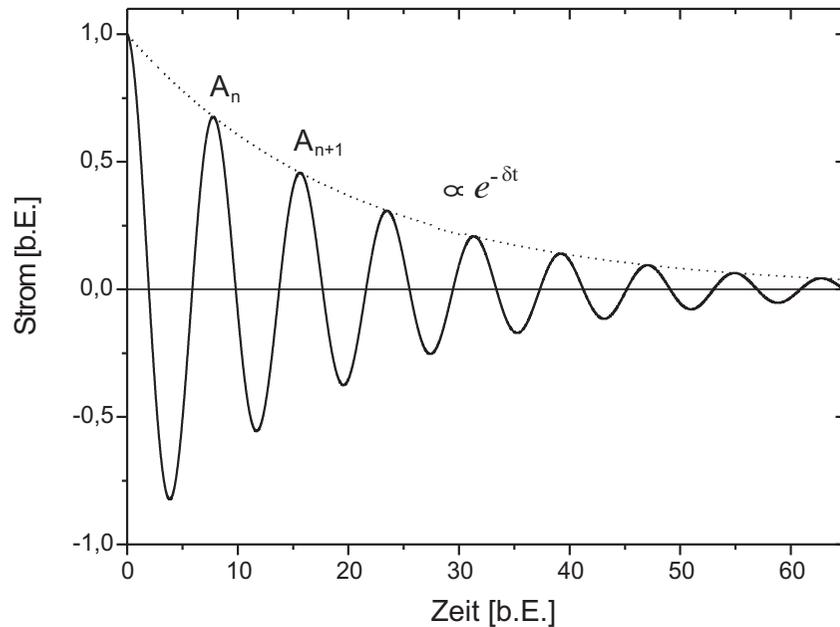

Abbildung 13: Stromverlauf eines LCR- Serienschwingkreises – Die Amplitude ist proportional zu  $e^{-\delta t}$ .
Diese Gleichung beschreibt eine exponentiell gedämpfte Schwingung (Abbildung 13). Beachten Sie, dass die Frequenz  $\omega_f$  des gedämpften Schwingkreises stets kleiner ist, als die Eigenfrequenz  $\omega_0$  des ungedämpften Oszillators in Gleichung (35).
Experimentell lässt sich die Dämpfungskonstante leicht bestimmen, indem man das Amplitudenverhältnis zweier benachbarter Schwingungsdurchgänge misst und dieses logarithmiert. Für dieses, sogenannte **logarithmische Dekrement**, ergibt sich (siehe Abbildung 13):